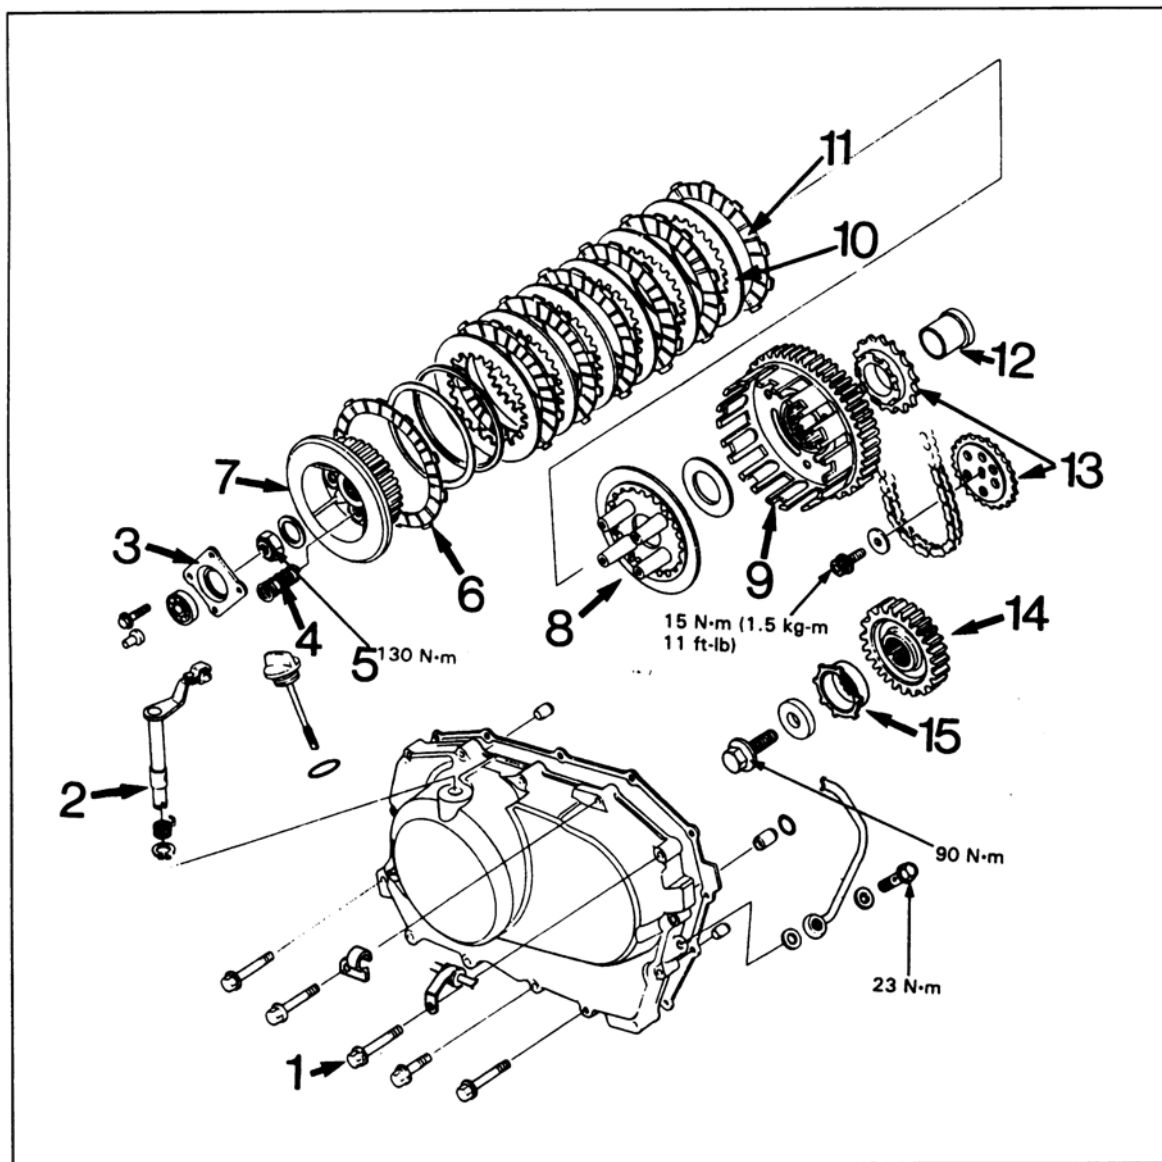

Bild 66
- Kupplungszug aushängen: Befestigungsschrauben der Seilzugaufnahme ① Bild 66 ausdrehen und Zug aushängen.
- Kupplungsausrückstößel entnehmen, Seegerring und Rückholfeder abnehmen. Ausrückarm ② Bild 66 ausbauen.
- Kupplungsdruckplatte mit Lager ③ Bild 66 entfernen (4 Sechskantschrauben SW 10).